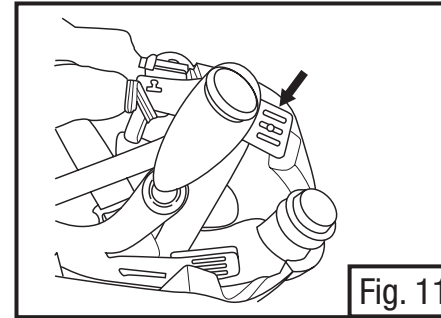

Fig. 11
- Libere el arnés desde el casco al jalar la ranura de ajuste de altura del pasador en cada uno de los cuatro postes de conexión. La Fig. 11 muestra una de las ranuras de conexión. Hay 2 en la parte posterior y 2 en el frente del casco.
- Instale un nuevo arnés al abrochar cada una de las ranuras de ajuste de altura en los cuatro pasadores en el armazón del casco. **Nota:** Consulte la sección *Colocación y ajuste* de estas *Instrucciones* para obtener información sobre el ajuste del arnés para un ajuste cómodo (Fig. 11).